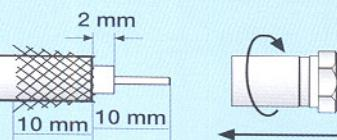

Bild 4: Montage- reihenfolge für die Montage eines F-Steckers
1. Abisolieren des Kabels (Abbildung 4).
2. Aufspreizen des Abschirmgeflechts sowie der Abschirmfolie, umlegen und wie in Abbildung 4 gezeigt, über den Kabelmantel streifen.